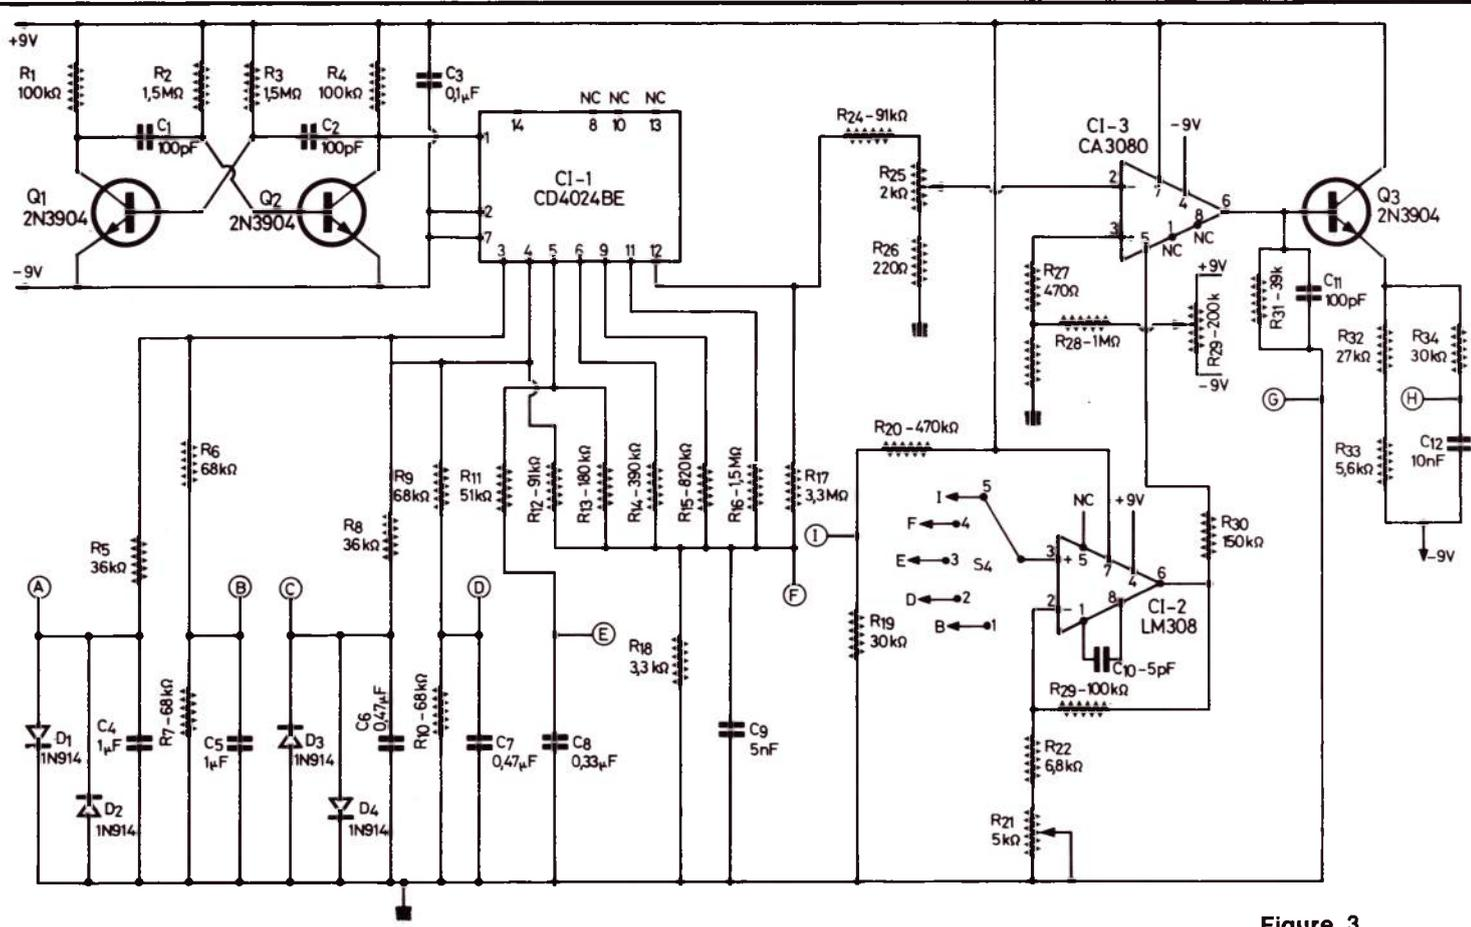
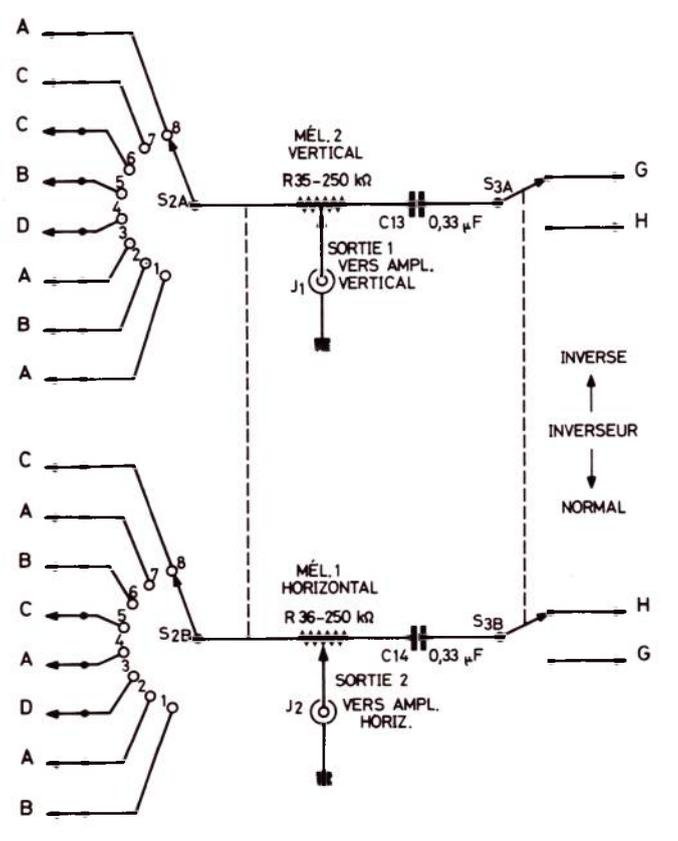

Figure 3
Figure 5
Aux figures 3, 4 et 5 on a représenté l'ensemble de l'appareil. En partant du haut à gauche de la figure 3, on trouve d'abord les deux transistors Q_1 et Q_2 , NPN, du type 2N3904 constituant, avec les composants RC associés, un multivibrateur astable du type à couplages croisés.
Le dispositif de sommation (addition) des signaux sont indiqués à la figure 5, qui se relie aux dispositifs de la figure 3 par les points cerclés (A), (B), (C), (D), (E), (G) et (H).